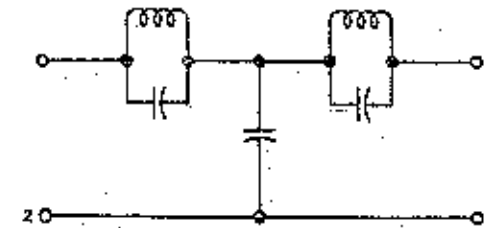

Fig.11 Circuito del filtro FL201
e) Analisi dei circuiti del filtro passa basso FL201 (fig.11)